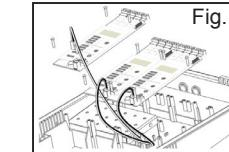

Fig. 1
- Smontare tutti i moduli di CO del sistema di monossido, estraendo le 4 viti per modulo e il connettore collegato al JP14. (Fig. 1)